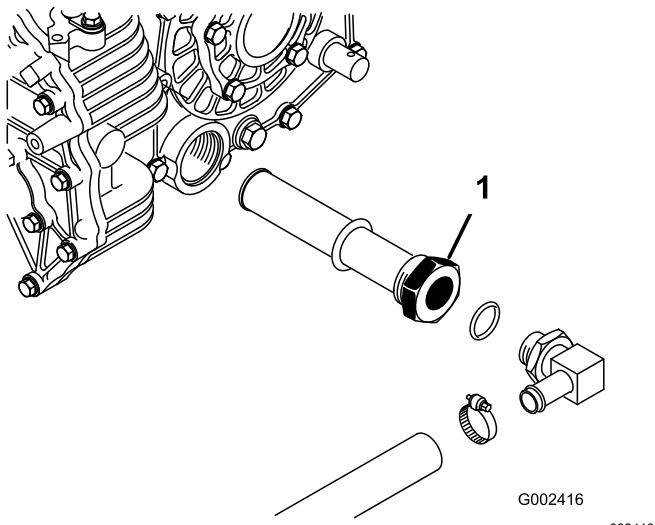

Figure 67
- Notez l'orientation du flexible hydraulique et du raccord à 90° raccordé à la crêpine sur le côté du réservoir (Figure 67).